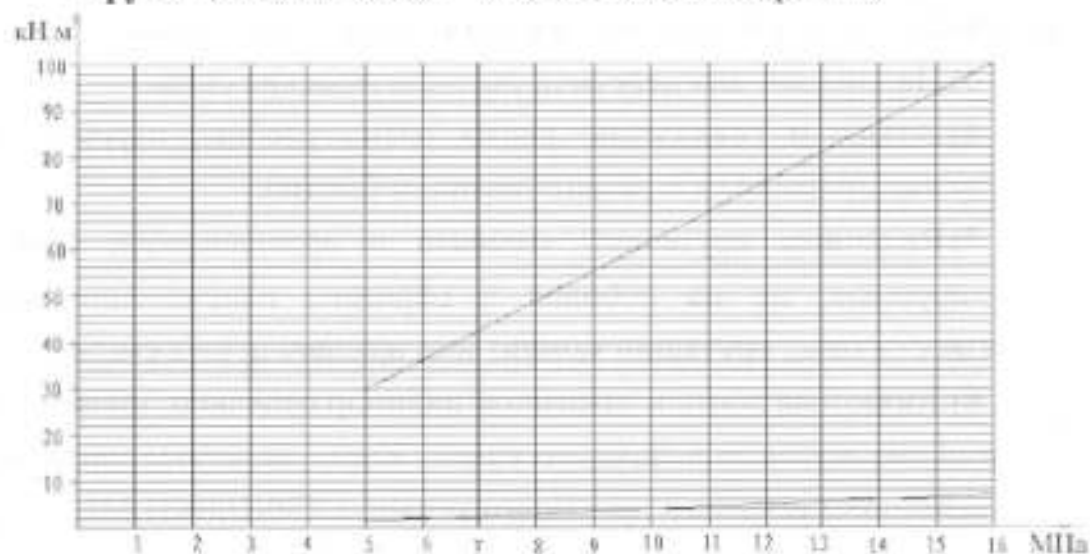

рис.1
2.4 Соответствующее соотношение между давлением и крутящим моментом (Как показано на рис. 1)